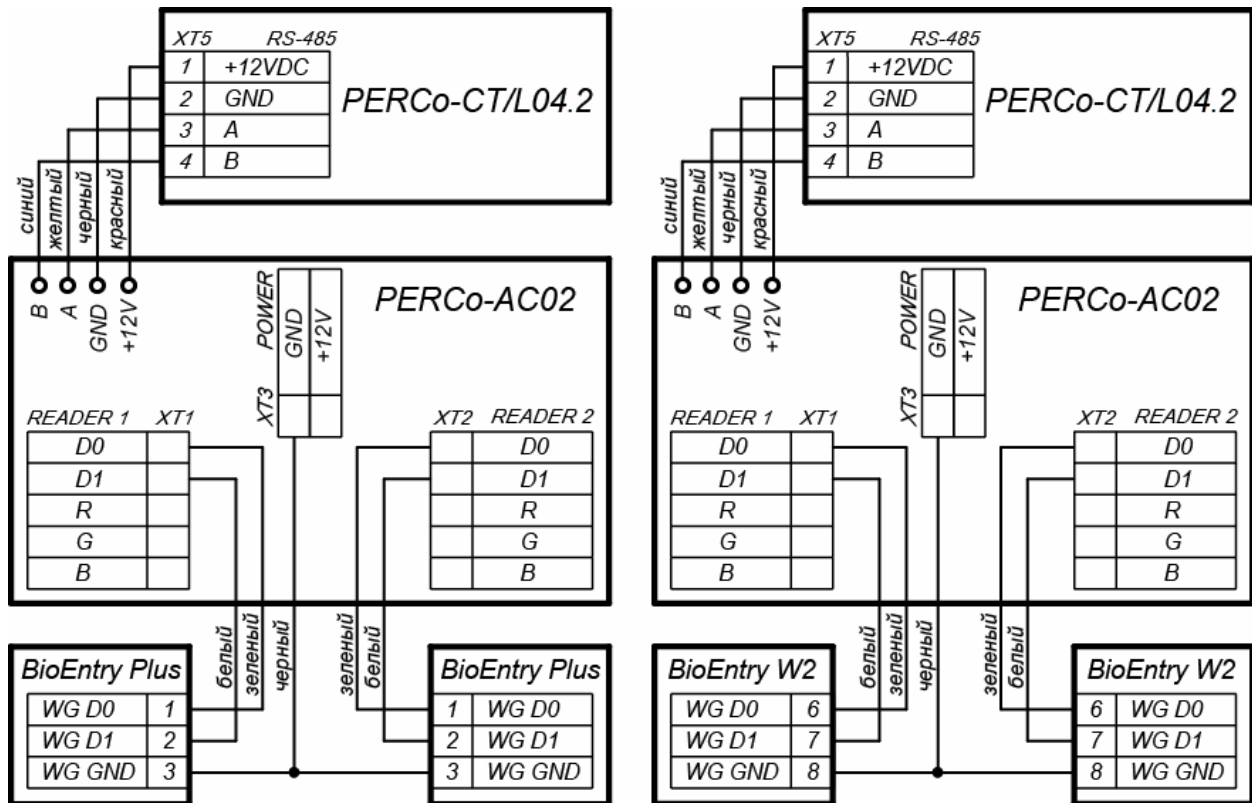

Рисунок 21. Схемы подключения контроллеров *Suprema* к контроллеру **PERCo-CT/L04.2** через конвертер интерфейса **PERCo-AC02**
2. В качестве считывателя отпечатков пальца при управлении одним из направлений двухстороннего замка (турникета). В этом случае поддерживается контроль зональности, ИУ управляется выходами контроллера **PERCo-CT/L04.2**. Контроллер *Suprema* подключается к контроллеру **PERCo-CT/L04.2** по интерфейсу *Wiegand* через конвертер интерфейса **PERCo-AC02** (схемы подключения - см. рис. 21).